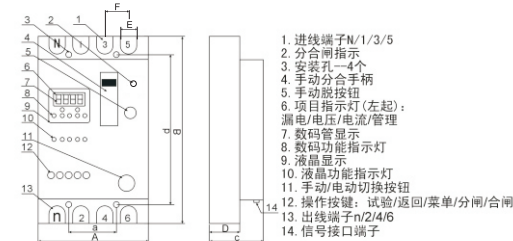

图1
7、面板功能和外形、安装尺寸（见图1、表5，以实际产品为准）
8.1 安装前，必须检查保护器是否处于分闸状态（图1序号2分合指示标志于分闸位置），如果处在合闸状态必须用手动脱扣，使保护器分闸。
8.2 保护器应垂直安装（倾斜度应<5度），用螺丝通过安装孔（图1序号3）固定。